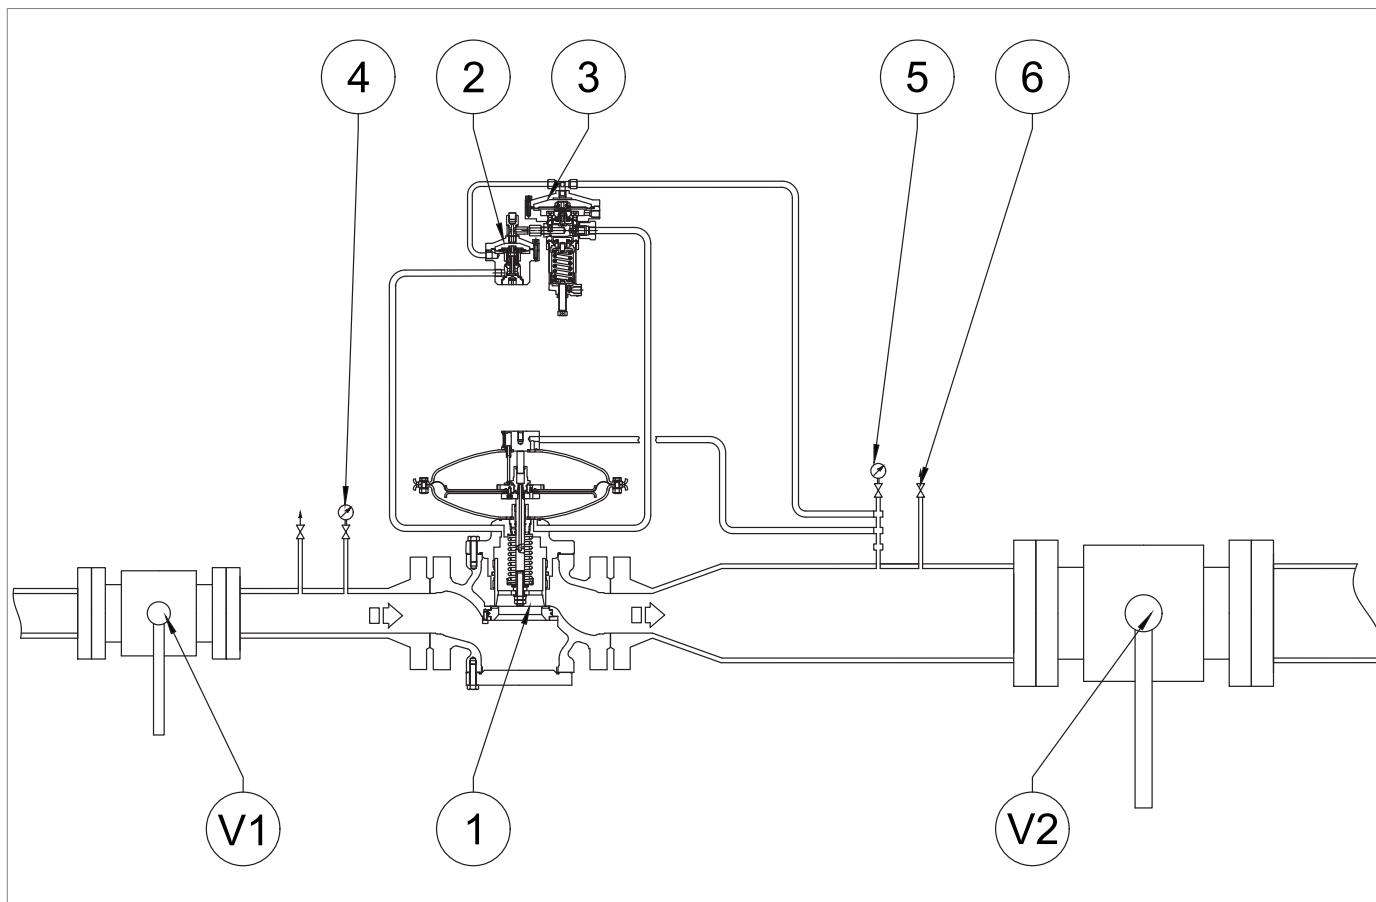

Рис. 8.32. Запуск в эксплуатацию регулятора REVAL 182
1	<p>Увеличьте давление на выходе до значения отсечки клапана отсечки, поворачивая винт регулировки пилота главного регулятора, чтобы убедиться в правильности настройки.</p> <p>! ВАЖНАЯ ИНФОРМАЦИЯ!</p> <p>Проверить давление с помощью манометра на входе (Рис. 8.32, дет. 5) на входе главного регулятора.</p> <p>Если отсекающий клапан:</p> <ul style="list-style-type: none"> • срабатывает до предусмотренного значения давления: завинтить (по часовой стрелке) регулирующее кольцо (13), чтобы больше сжать пружину (11); • не срабатывает на предусмотренном значении давления: отвинтить (против часовой стрелки) регулирующее кольцо (13), чтобы сработала пружина (11).
2	Уменьшить давление в нижней части, открыв сливной кран (Рис. 8.32, дет. 6), чтобы довести его до калибровочного значения основного регулятора.
3	Закрыть сливной вентиль (Рис. 8.32, дет. 6).